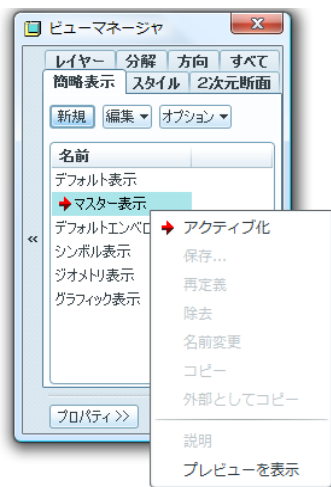

図 9-9 簡略表示の設定
- メニューより「ビュー」⇒「ビューマネージャ」をクリックするとダイアログボックスが表示される。「簡略表示」タブを選択し、「マスター表示」をマウス右ボタンでクリックし、「アクティブ化」を選択する(図 9-9)。